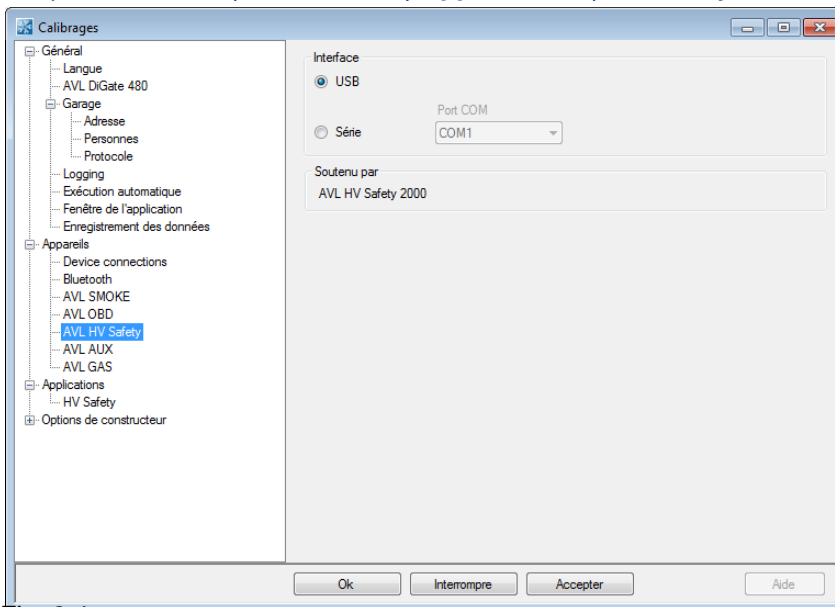

Fig. 3-1
En cochant des entrées respectives, les fonctions de mesure spéciales que sont l'examen du contrôleur d'isolement, la mesure SAEJ1766 et la mesure totale, sont affichées au niveau de la sélection de la fonction de mesure à l'écran de démarrage de l'application HV Safety (voir la fig. 3-1)
2. Cliquer sur **Diagnostic | HV Safety**, (voir la fig. 3-1).
1. Après un clic sur le mode de service **Mesure de tension continuessur tous les pôles**, voir fig. 3-1, un écran affiche des consignes de sécurité.
1. Après un clic sur le mode de service **Mesure de tension continues**, voir fig. 3-1, un écran affiche des consignes de sécurité.
- Après un clic sur le mode de service **Mesure d'isolation HT**, voir fig. 3-1, un écran affiche des consignes de sécurité.